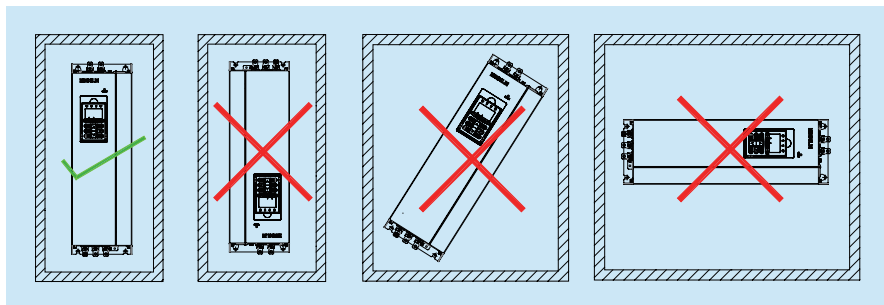

图 3-4 安装方式
1、如图 3-4 所示，变频器应竖直安装，在正前方看到操作面板，请勿倒装或水平安装。应使用螺钉安装在牢固的结构上。